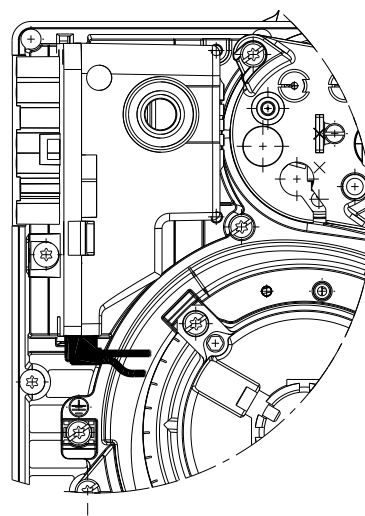

Рис. 21
- Проверьте правильность установки соединительных разъемов, следуя символам на нижней части блока контроля пламени: убедитесь, что разъемы полностью вставлены, задвинув их до упора, каждый в свое положение. Для всех разъемов соединительные кабели должны быть направлены внутрь горелки (см. Рис. 21).